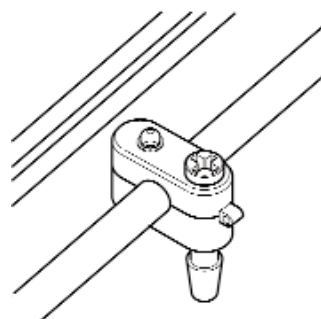

Fig 5 - Montera P-klämman
- Skruva p-klämman mot skottet tills det är ca 100 mm från den bakre kåpan (Fig. 5)